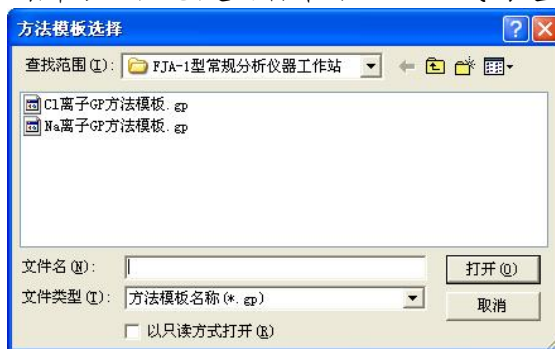
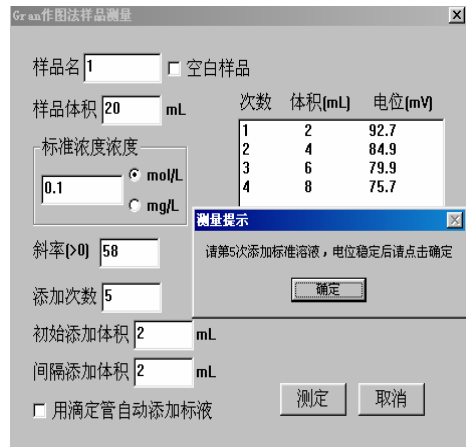

图 11
图 12
(1) 在弹出的方法模板选择对话框中选择已经保存的测量项目的方法模板，如图 11 所示。方法模板以文件形式保存，【GRAN 作图法】的方法模板文件扩展名为“gp”。如果不选择方法模板，可以按对话框中的“取消”按钮。
(2) 输入操作者姓名、测量设置与分子量及转换系数和是否求百分含量的操作同【两点校正法】中的(1)、(2)、(4)。如果在(1)中已经选择了方法模板，则这步中只执行输入操作者姓名，其它信息已在方法模板中包含。
(3) 单击工具栏中“▶”（开始测量）如图 12 提示。输入样品名，样品体积，标准溶液浓度（含单位选择），斜率，添加次数，初始添加体积，间隔添加体积和是否用滴定管自动添加标液。单击【测量】后，添加一次标液，采集一次电位，直到与设置的添加次数相同同时自动画出曲线，计算出结果。当条件设置后，如果条件不变，以后分析样品时只要键入样品号就可以了。